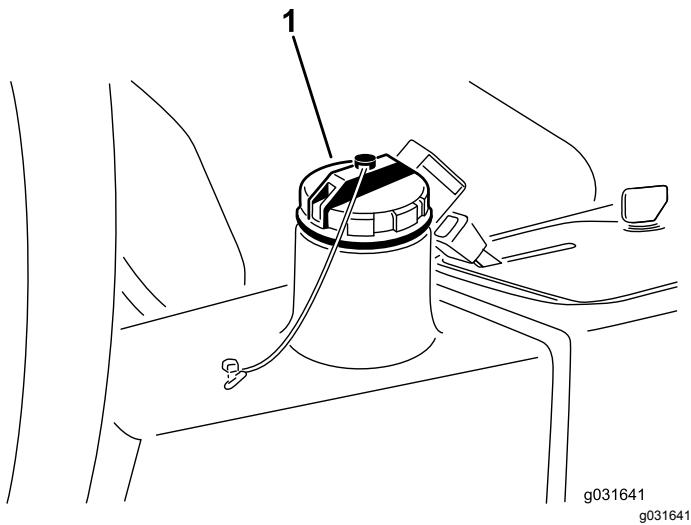

Figura 62
3. Retire el tapón del depósito hidráulico (Figura 62).